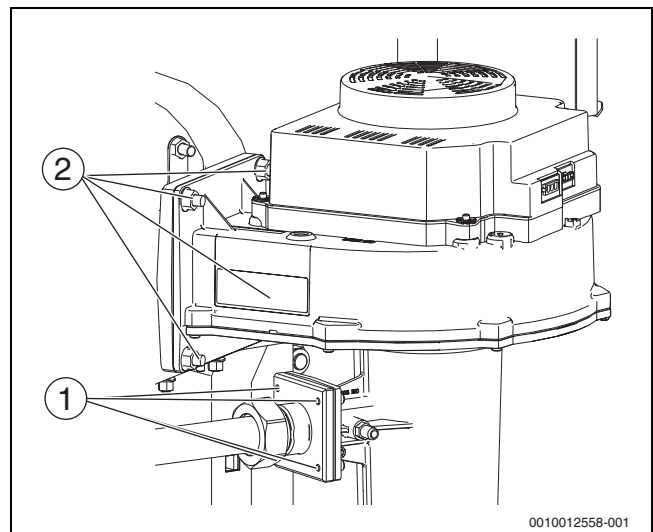

Bild 59 Gebläse ausbauen (Kesselgröße 150-300 kW)
- ▶ Gemischflansch durch entfernen der 4 Muttern am Venturi abschrauben (→ Bild 59, [1]).
- ▶ Gebläse durch entfernen der 4 Muttern am Gemischkrümmer abschrauben (→ Bild 59, [2]).